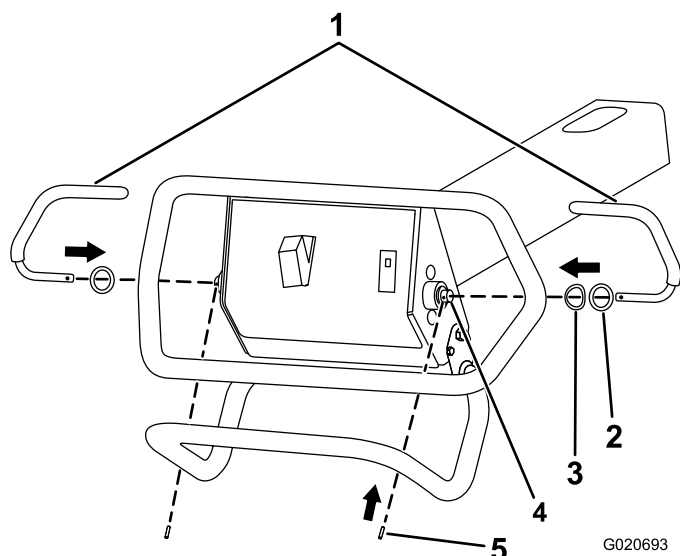

Figura 7
- Insira uma pega na extremidade esquerda do eixo articulado (Figura 7).
2. Alinhe o furo na pega com o furo no eixo articulado (Figura 7).
3. Insira o pino de segurança nos furos da pega e eixo articulado (Figura 7).
4. Insira uma pega na extremidade direita do eixo articulado (Figura 7).
5. Alinhe o furo na pega com o furo no eixo articulado (Figura 7).
6. Insira o pino de segurança nos furos da pega e eixo articulado (Figura 7).